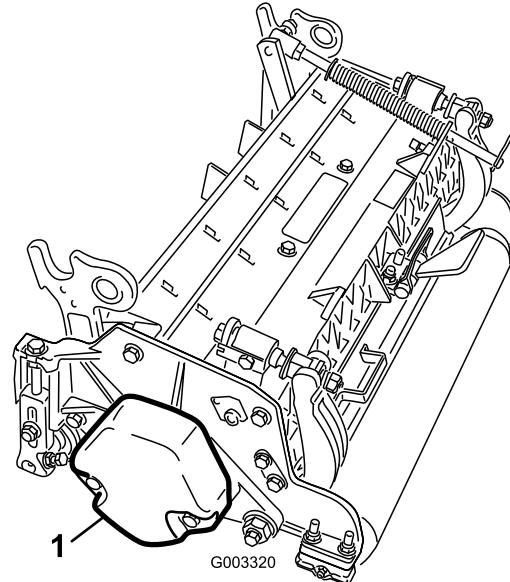

Bild 4
4. Stellen Sie sicher, dass der Gegenballast (Bild 4) am richtigen Ende jeder Schneideeinheit montiert ist, siehe die *Bedienungsanleitung* der Schneideeinheiten.